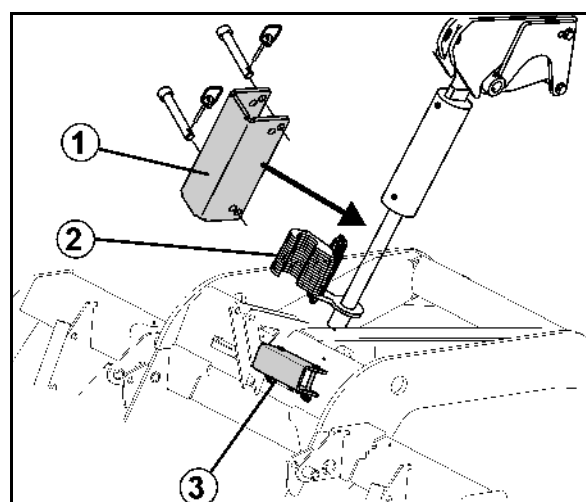

Bild 10
- Mekanisk låsning av chassicylindrarna (Bild 10/1) så att harven inte kan sänkas oavsiktligt vid underhållsarbete.
2. Sväng undan alla distanselement (Bild 10/2) från kolvstången.
3. Flytta låselementet från parkeringsläge (Bild 10/3).